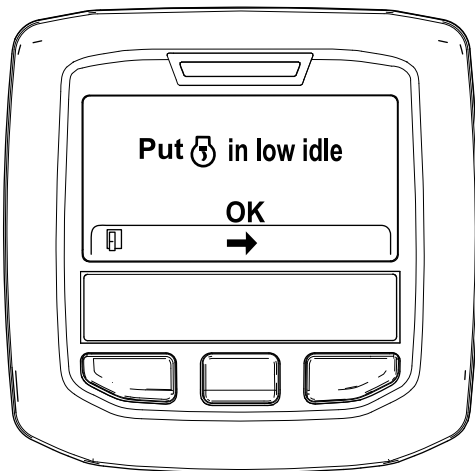

Figura 35
6. Spostate il comando dell'acceleratore in posizione di MINIMA INFERIORE e premete il pulsante centrale (Figura 35).